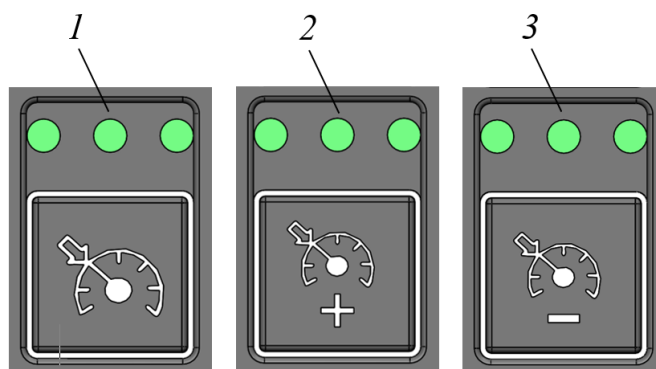

Рисунок 3.77. Настройка ограничения скорости движения в блоке кнопок управления 1
- ▶ Удерживая кнопку «Ограничение скорости» 1, рис. 3.77 в блоке кнопок управления 1.